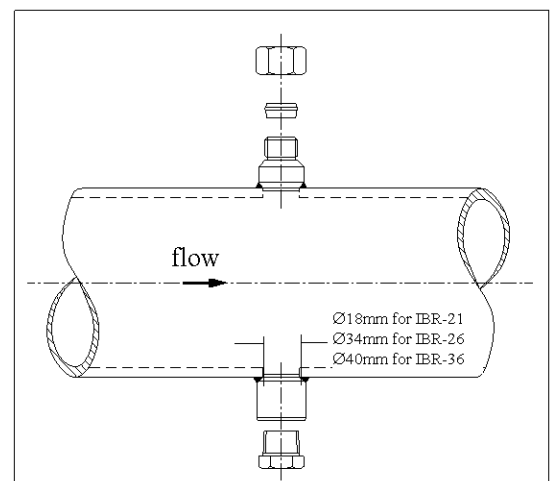

Fig. 10
- Support de pied du Pitot avec bouchon pour IBR 21, 26 et 36 (voir figure 10 item 6)